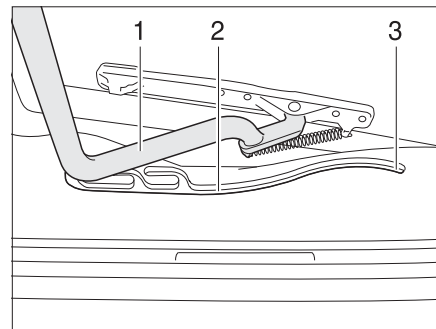

Fig. 84 Claraboya Heki, guía
- Tirar la horquilla (Fig. 84,1) en las guías (Fig. 84,2) hasta la posición trasera final (Fig. 84,3).
- Empujar el estribo (Fig. 84,1) ligeramente hacia arriba con ambas manos.
- Tirar el estribo en las guías (Fig. 84,2) hasta la posición deseada.